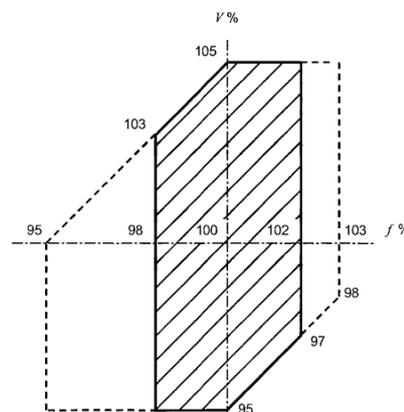

Figura 2.1: Límites de las variaciones de tensión y frecuencia (IEC60034-3)
- Conforme es definido por el área sombreada de la Figura 2.1, el generador deberá ser capaz de suministrar continuamente su potencia nominal, operando en su factor de potencia nominal, con una variación de $\pm 5\%$ de la tensión y de $\pm 2\%$ de la frecuencia. Conforme el punto de operación se distancia de los valores nominales de frecuencia y tensión, la temperatura de los devanados del generador puede aumentar progresivamente;
- Conforme es definido por el límite exterior de la Figura 2.1, el generador también deberá ser capaz de suministrar continuamente su potencia nominal, operando en su factor de potencia nominal, con una variación de $\pm 5\%$ de la tensión y de +3 y -5% de la frecuencia. Sin embargo, en este caso, la elevación de temperatura será aún mayor que en el caso anterior. De esta forma, para minimizar la reducción del tiempo de vida del generador debido a los efectos de la temperatura, la operación fuera del área sombreada deberá ser limitada en lo que se refiere a la extensión y frecuencia con la que ocurre. La potencia del generador debe ser reducida o debe ser tomada otra medida correctiva.